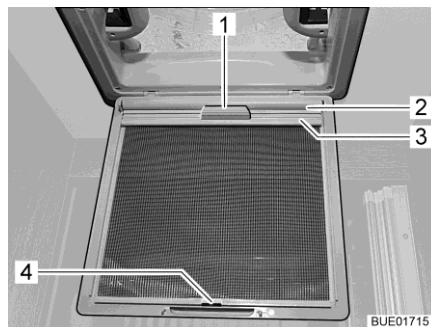

Fig. 126 Persiana oscurecedora enrollable (claraboya)
- Extraer la persiana oscurecedora enrollable (Fig. 126,2) por el tirador (Fig. 126,1) y enganchar el listón de sujeción (Fig. 126,3) en el gancho (Fig. 126,4) en la protección contra insectos.
- Desenganchar el listón de sujeción (Fig. 126,3) del gancho (Fig. 126,4) y regresar la persiana oscurecedora enrollable (Fig. 126,2) lentamente por el tirador (Fig. 126,1).